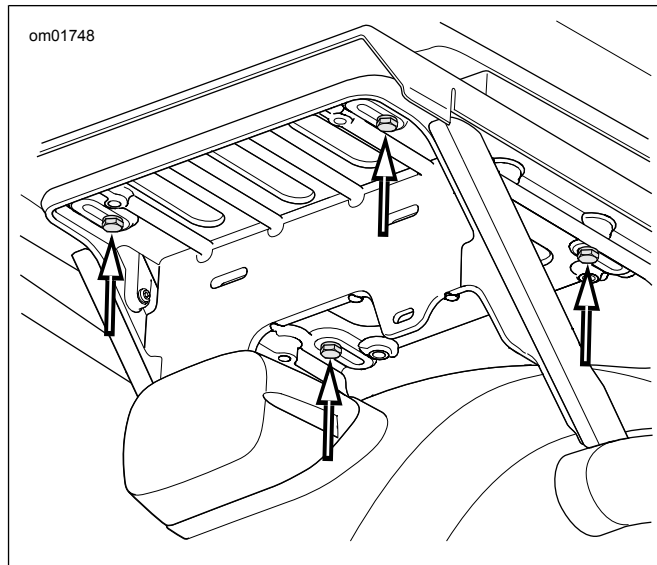

Figura 4. Parafusos do suporte do Tour-Pak (modelos APC/China)
- c. **Modelos APC:** veja Figura 4. Retire os quatro parafusos, as arruelas lisas e a placa adaptadora do suporte. Deslize para frente para soltar os ganchos em L.